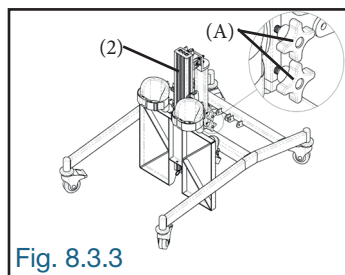

Fig. 8.3.3
8.3.3 Resserrer fermement les boutons (A) du châssis (2) (Fig. 8.3.3).